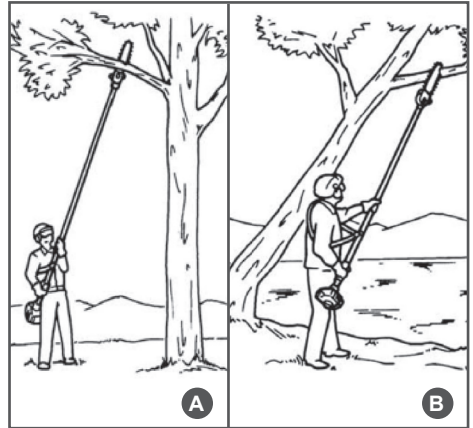

Рис. 10 Положение оператора при работе
2. При обрезке сучьев на вертикально стоящем дереве, рекомендуется рабочее положение высотореза под углом примерно 60° по отношению к дереву (Рис.10А). При обрезке сучьев на наклонно стоящем дереве располагайтесь всегда по направлению наклона дерева (рис.10В).